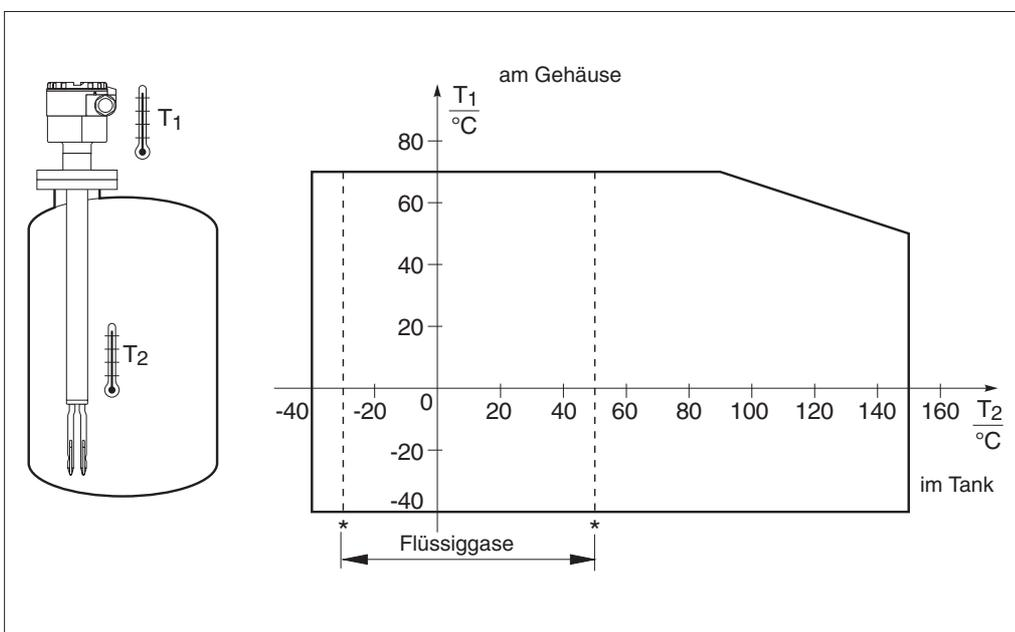

Abb. 24
- Umgebungstemperatur für das Gehäuse: siehe Abb. 24